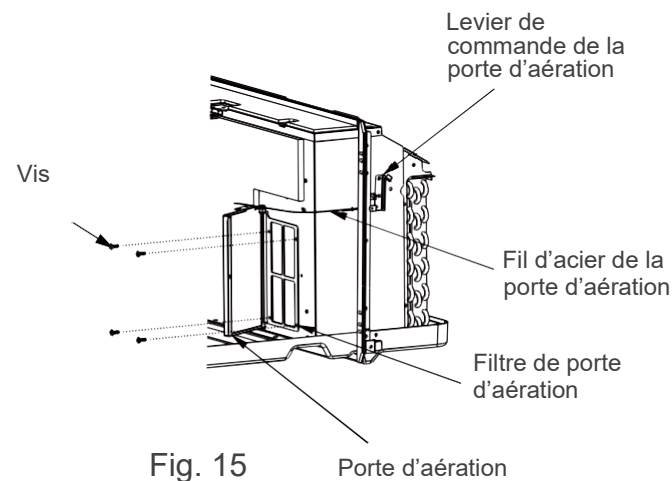

Fig. 15
- Tournez le levier de commande de l'évent pour ouvrir la porte de l'évent. (Voir. Fig.15)
- Retirez les quatre vis du filtre de la porte d'aération. (See.Fig.15)
- Retirez d'abord le fil d'acier de la porte d'aération du trou de la porte d'aération, puis enlevez la porte d'aération et le filtre. (See.Fig.15)